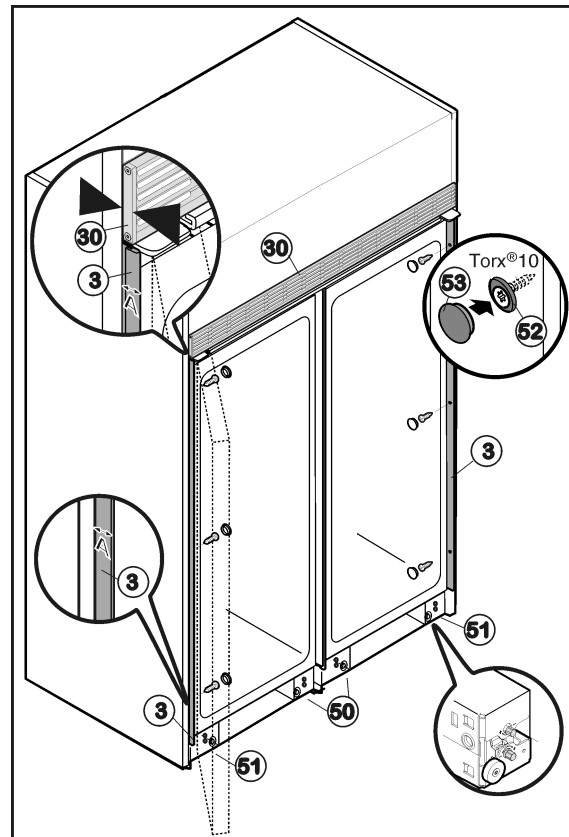

Fig. 52
- Introduire l'appareil dans la niche jusqu'à ce que le bord arrière de la grille de ventilation Fig. 52 (30) affleure le bord avant de la paroi latérale du placard.
- Visser entièrement les deux socles à roulettes du milieu Fig. 52 (50) à l'avant et à l'arrière pour que l'appareil repose seulement sur les socles à roulettes extérieurs. Les deux appareils connectés peuvent ainsi être ajustés comme un seul appareil.
- Mettre à niveau l'appareil dans la niche à l'aide d'un niveau à bulle avec le socle à roulettes extérieur Fig. 52 (51) :
- Vérifier l'écartement en haut et en bas de la niche A entre le bord avant de la baguette d'encastrement Fig. 52 (3) et le bord avant de la paroi latérale du placard. Il doit être de 1/2 " (13 mm). Si nécessaire, réaligner l'appareil dans la niche.
- Fixer les deux appareils dans la niche avec trois vis Fig. 52 (52) sur le côté charnière. Faire attention à ne pas rayer la baguette d'encastrement Fig. 52 (3) latérale.
- Mettre les caches Fig. 52 (53) sur les vis.
- Dévisser prudemment le socle à roulettes du milieu Fig. 52 (50) jusqu'à ce qu'il se pose sur le sol.
- Monter la grille de ventilation inférieure Fig. 52 (54) à fleur du sol de telle sorte que le joint en caoutchouc soit en haut. Elle est maintenue par des aimants.